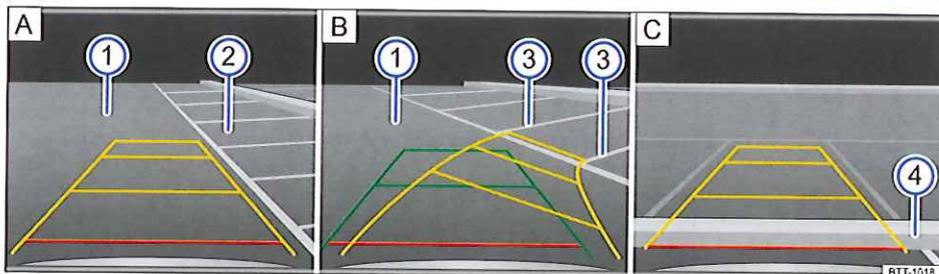

Fig. 162 Affichage sur l'écran de l'autoradio ou du système de navigation : stationnement avec la caméra de recul, mode 1.
Légende concernant le schéma de principe fig. 162 :
2.	Positionnez le véhicule devant la place de stationnement ② ⇒ fig. 162 A.
4.	Reculez lentement tout en braquant de telle manière que les lignes jaunes le long des lignes latérales de délimitation ③ mènent à la place de stationnement choisie B. Tenez compte du message suivant : Contrôlez la voie ! ⇒ ⚠ au chapitre Entrée en matière à la page 238 !
5.	Orientez le véhicule vers la place de stationnement choisie de telle manière que les lignes vertes et jaunes coïncident avec les lignes de délimitation latérales ③ de la place de stationnement choisie.
6.	C'est au plus tard lorsque la ligne rouge a atteint la délimitation arrière, par ex. le trottoir ④, que le véhicule peut s'arrêter C.